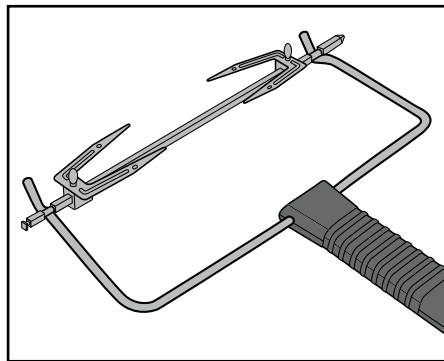

Fig. 3: Prinderea cleștelui **12** la rotisor **16**
- Pentru a scoate rotisorul **16** fierbinte, introduceți cârligele de la capătul cleștelui **12** în decupajele de la rotisor **16** (fig. 3):